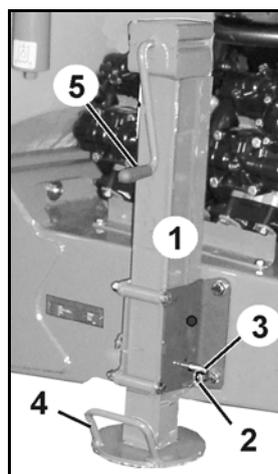

Fig. 52
- Stützfuß angehoben während des Einsatzes oder Transports (Fig. 52).
1. Klapstecker (Fig. 52/2) lösen.
2. Bolzen (Fig. 52/3) herausziehen.
3. Stützfuß mittels Griff (Fig. 52/4) anheben / absenken.
5. Mit der Handkurbel (Fig. 52/5) den Stützfuß weiter absenken/anheben.